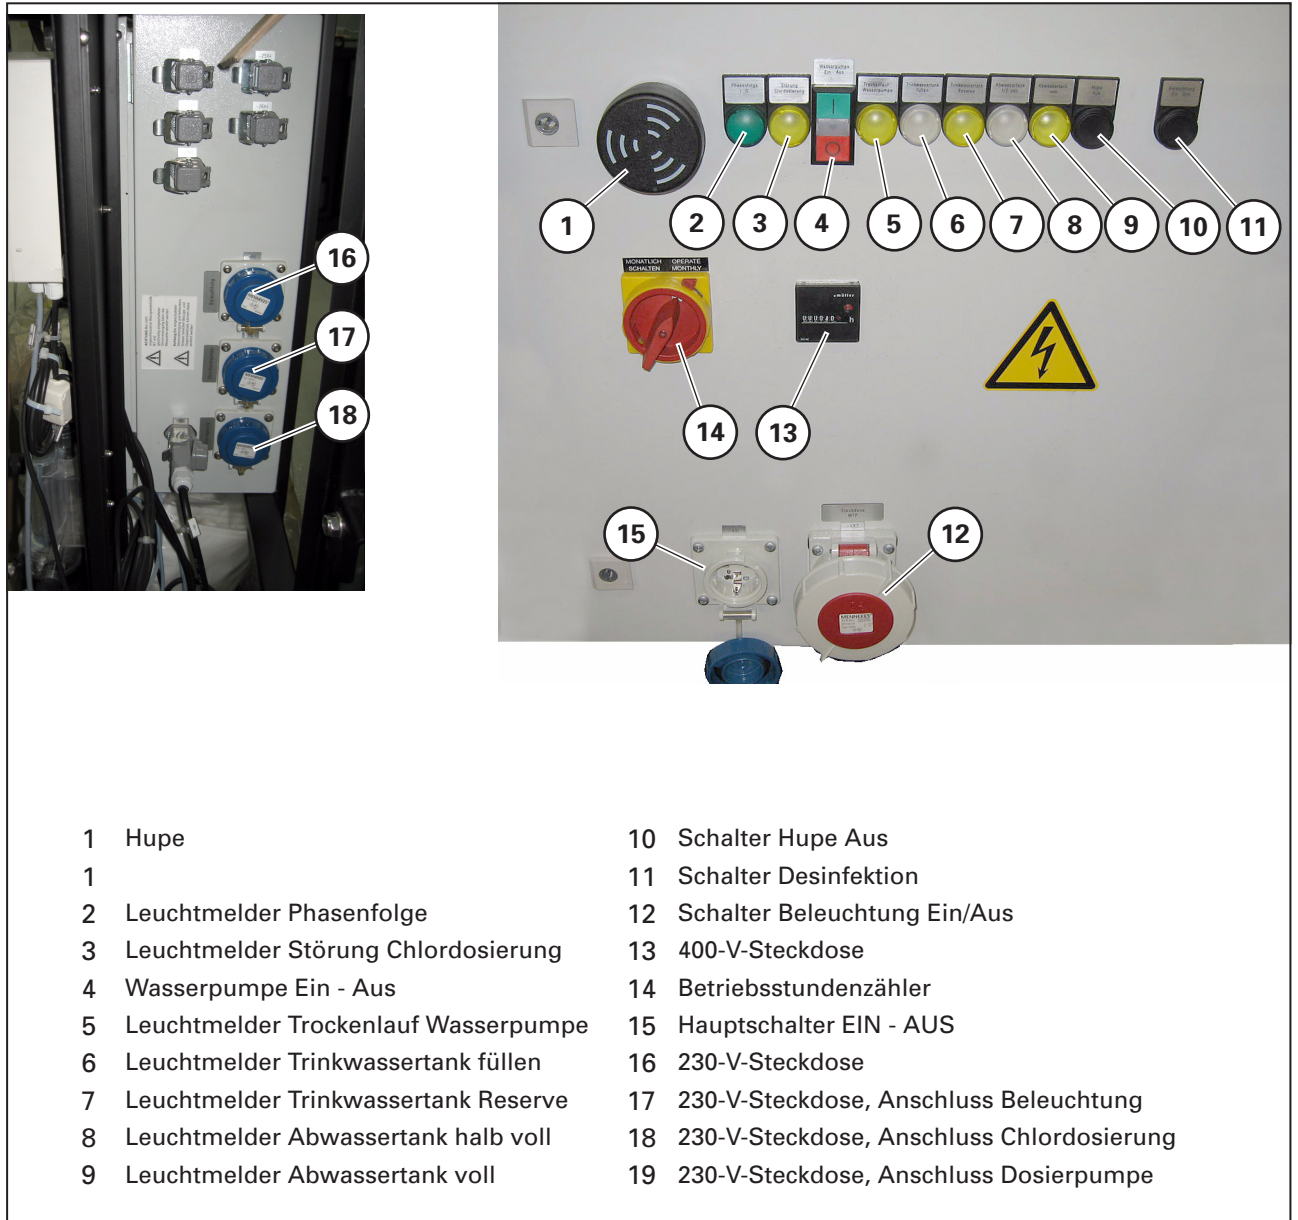

Bild 13 Schaltschrank Technikmodul
3. Verbraucher der Plattform TWT gemäß Bild 13 anschließen.